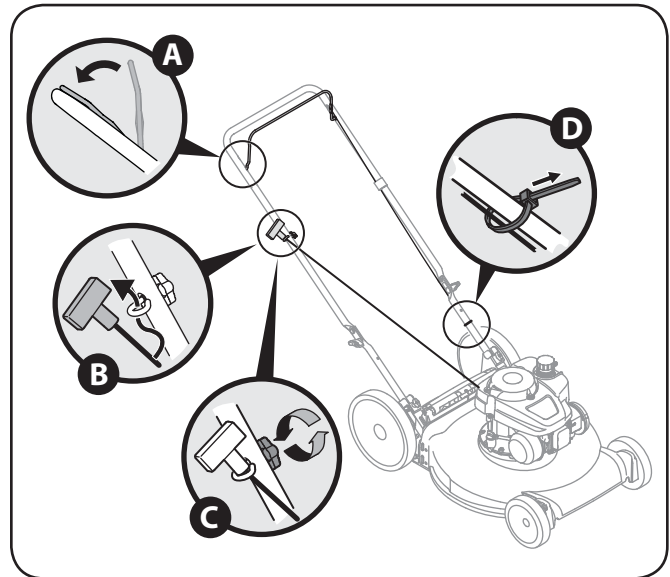

Figura 3-6
4. La guía de la cuerda está unida al costado derecho de la manija superior. Afloje la tuerca de mariposa que sujeta la guía de la cuerda, Figura 3-6.
- b. Lentamente tirar de la cuerda que la manija del motor y deslizar la cuerda de arranque en la guía de la cuerda. Vea Figura 3-6.